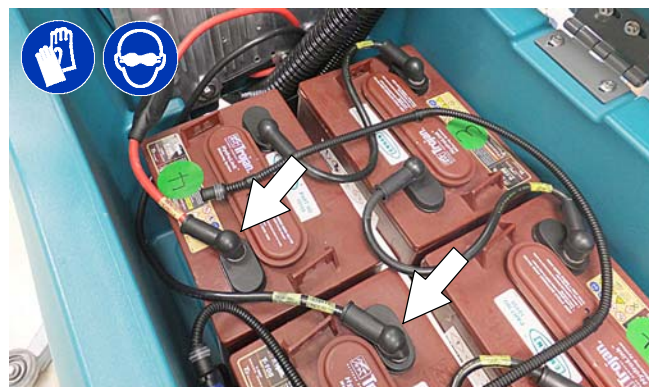

ABB. 121
1. Trennen Sie den Batteriekabelanschluss an der Maschine (Abbildung 121).